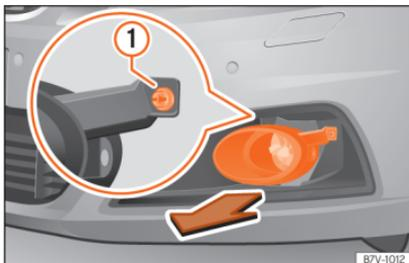

Abb. 111 Im Stoßfänger vorn rechts: Ausbau der Scheinwerfer.
» **Abb. 111.**
2. Befestigungsschraube » **Abb. 111 ①** mit dem Schraubendreher aus dem Bordwerkzeug herausdrehen » **Seite 90.**
10. Befestigungsschraube » **Abb. 111 ①** mit dem Schraubendreher festdrehen.